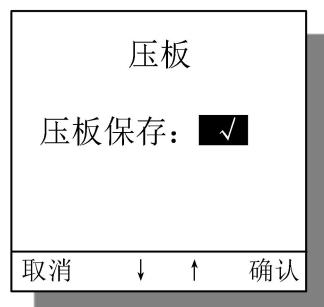

图 24 压板修改保存界面
- 3) 保存压板修改操作。压板修改支持一次修改多个保护软压板后统一保存，操作就是重复2) 步骤。修改完保护软压板后，在具体保护软压板界面，按[C]键退到压板保存界面。用户操作[+]或[−]键选定是否保存，[√]表示保存操作状态，[×]表示操作无效状态，按[←]键确认其选定的状态。如操作成功，且有保护软压板投退发生了变化，会有其软压板投退报文弹出。压板保存界面图见图24。